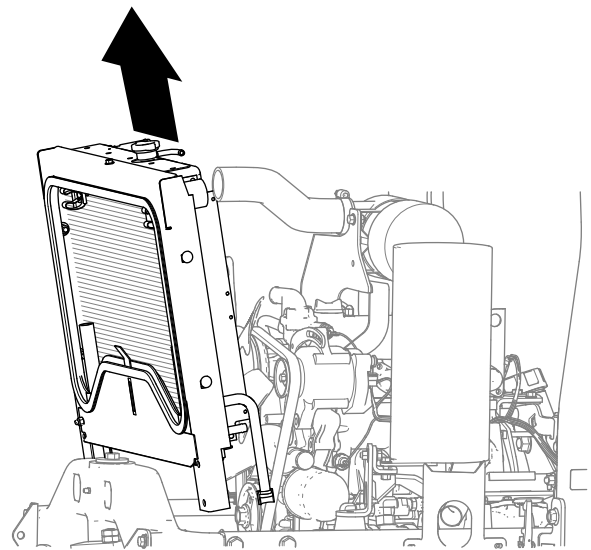

Figura 21
3. Sollevate il radiatore estraendolo dalla macchina (Figura 21).